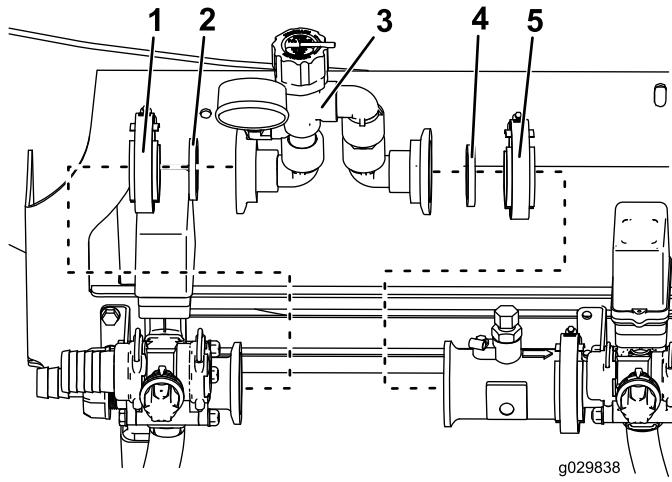

Figure 3
5. Posez le joint existant dans le raccord du clapet de décharge de pression qui s'adapte à la vanne d'agitation (Figure 3).
6. Placez le collier à vis sans fin existant sur le clapet de décharge de pression (Figure 3).
9. Placez le joint neuf dans le raccord ouvert du clapet de décharge de pression (Figure 3).
10. Placez le collier à vis sans fin neuf sur le raccord ouvert du clapet de décharge de pression (Figure 3).